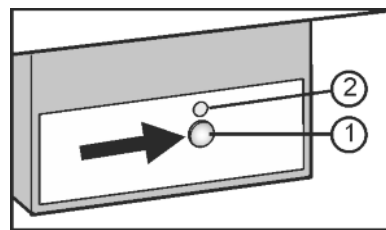

Fig. 7
- ▶ 按下按钮 On/Off Fig. 7 (1)，LED Fig. 7 (2) 发亮。